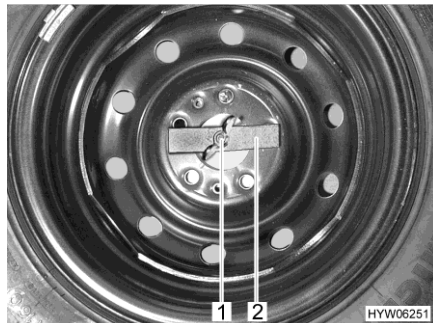

Bild 181 Reservhjul i det bakre bagageutrymmet
- Vingmutter (Bild 181,1) lossas för hand och skruvas av.
- Tryckstycket (Bild 181,2) tas bort.